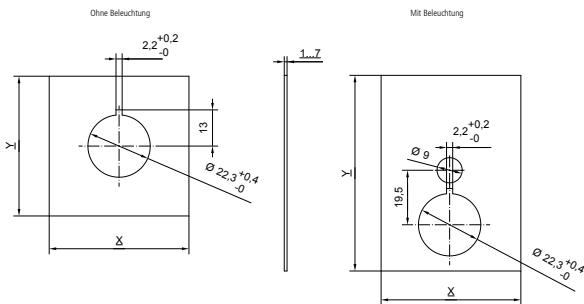

Abb. 4: Bemaßung Montagelöcher der Einbauversion (mm)
- Montagelöcher in die Montageplatte bohren (22,3 mm). Bei beleuchtbaren Tasten versehen Sie die Montageplatte mit einer weiteren Öffnung für den Anschluss der Beleuchtung. (Abb. 4)